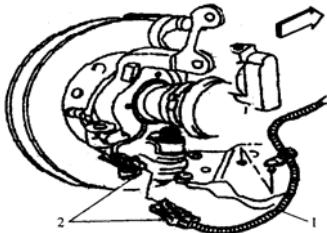

图 5.1-9 分离车轮速度传感器
- (1) 前制动轮毂总成的拆卸
- ① 升起并适当支撑车辆, 拆卸车轮总成。
- ② 如图 5.1-9 所示, 断开车轮速度传感器插接器, 从托架上拆卸车轮速度传感器。